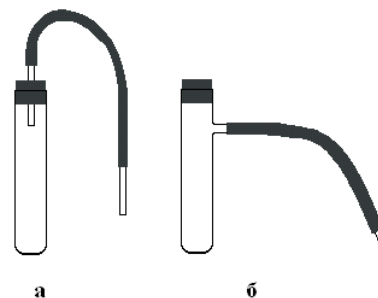

Рис. 3.1
Методика синтеза. Для получения небольших количеств газов используют одну из пробирок, изображенных на рис. 3.1. В пробирку помещают 1–2 кусочка цинка и приливают на 1/3 пробирки разбавленную соляную или серную кислоту (или 1–2 кусочка алюминия и концентрированный раствор гидроксида натрия соответственно) (1), сразу же плотно закрывают пробкой и помещают в штатив для пробирок.
2. Переливание водорода. Наполните мерный цилиндр (или пробирку) водородом методом вытеснения воздуха (2). Затем медленно переливайте водород в другой цилиндр (или пробирку), несколько меньшего размера, перевернутый вверх дном. Поднося осторожно к огню поочередно оба цилиндра, установите в каком из них больше водорода (3).
4. Восстановление перманганата калия атомным водородом (в момент выделения). В разбавленный раствор серной кислоты добавьте несколько капель раствора перманганата калия и налейте смесь в две пробирки. В одну из них поместите кусочек цинка, в другую – пропускайте водород из прибора, изображенного на рис. 3.1. Сравните скорость изменения цвета раствора в пробирках. Объясните разницу в скорости изменения цвета (4).
5. Восстановление водородом оксида меди (II). В сухую пробирку поместите немного оксида меди (II) и закрепите пробирку в лапке штатива в слегка наклонном положении с несколько приподнятым дном. Водород, идущий из прибора (рис. 3.1), проверьте на чистоту, как описано выше. Убедившись в чистоте водорода, газоотводную трубку от пробирки, в которой получают водород, поместите в пробирку с оксидом меди и пропускайте водород над оксидом меди (II) сначала при комнатной температуре, а затем подогревая пробирку с оксидом меди (II) в пламени спиртовки.